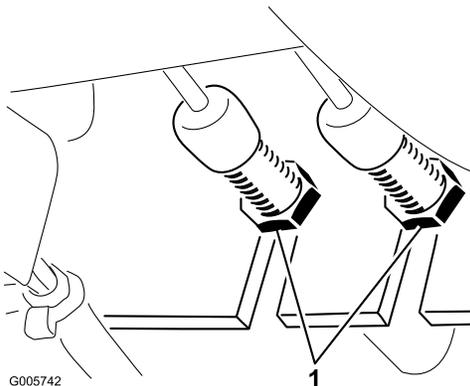

Figure 62
1. Pour réduire la garde aux pédales de freins directionnels (c.-à-d. pour serrer les freins), desserrez l'écrou avant sur l'extrémité fileté du câble de frein (Figure 62) Serrez ensuite l'écrou arrière pour déplacer le câble en arrière jusqu'à obtention d'une garde de 13 à 25 mm. Resserrez l'écrou avant lorsque les freins sont réglés correctement.